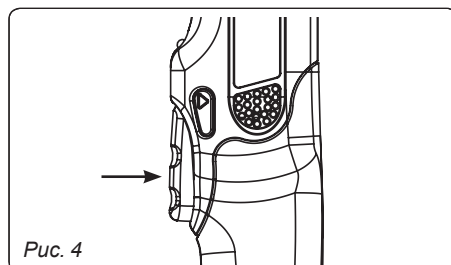

Рис. 4
1. Чтобы включить электроинструмент, необходимо нажать на выключатель. Чтобы выключить электроинструмент, необходимо освободить выключатель. (рис. 4)